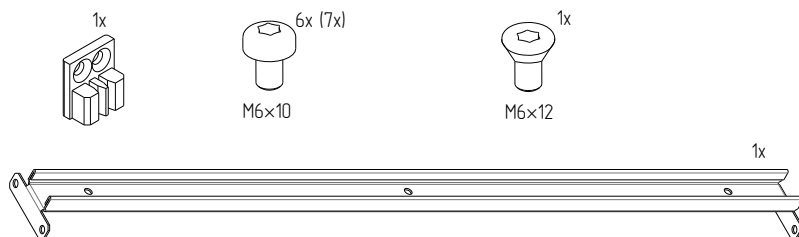

Рисунок 108
4.36.2 Проверить комплектность (рисунок 108).